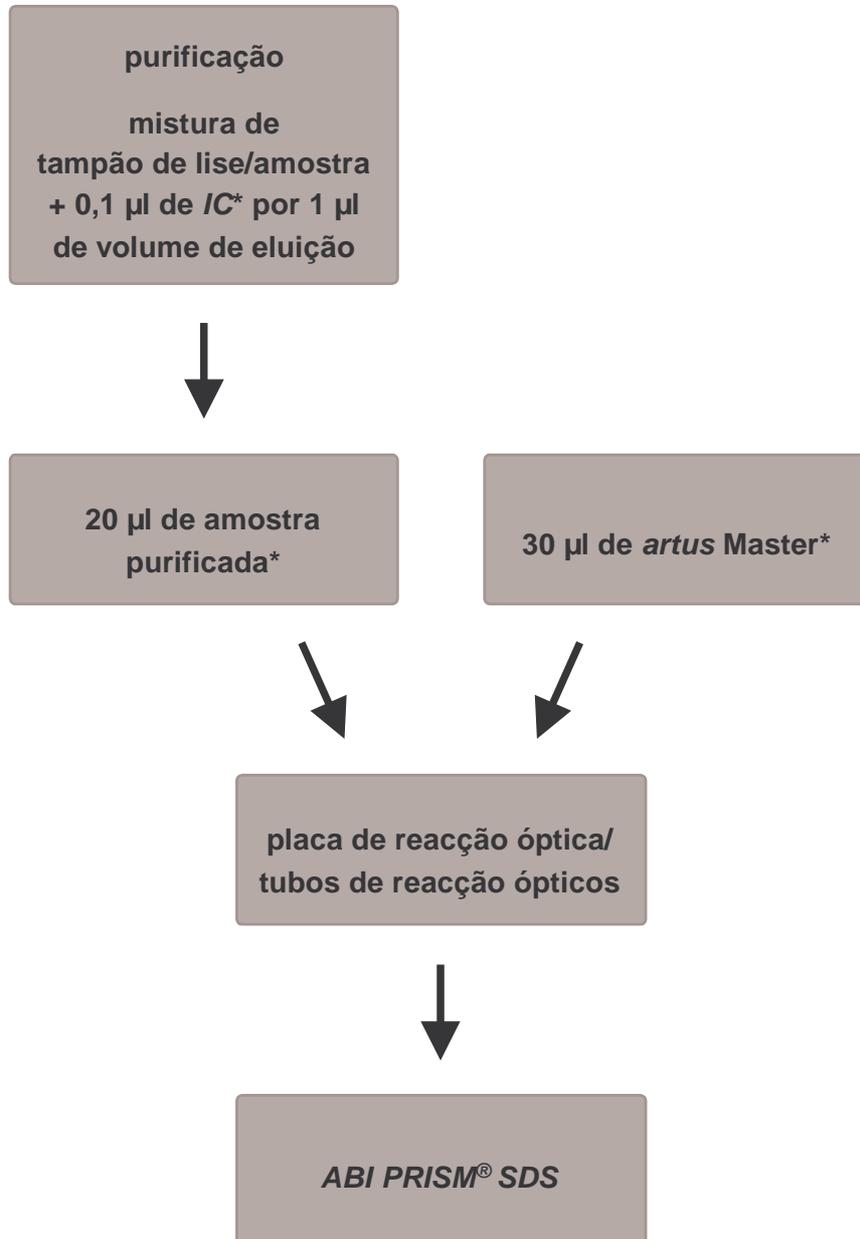

Fig. 1: Fluxo esquemático da operação para o controlo da purificação e da inibição da PCR.
É fornecido um *Controlo interno* (EBV RG/TM IC) com o qual se tem a possibilidade de controlar **não só a purificação do ADN como também uma possível inibição da PCR** (ver Fig. 1). Usando o **EZ1 DSP Virus Kit** para extração, o *Controlo interno* deve ser adicionado de acordo com as instruções no manual *EZ1 DSP Virus Kit Handbook*. Usando o **QIAamp UltraSens VirusKit** ou o **QIAamp DNA Mini Kit**, adicione o *Controlo interno* numa relação de 0,1 μ l por 1 μ l do volume de eluição na purificação. Se utilizar, por exemplo, o QIAamp UltraSens Virus Kit e eluir o ADN em 60 μ l de tampão AVE, então adicione 6 μ l de *Controlo interno*. Se, p. ex., eluir em 50 μ l, então adicione respectivamente 5 μ l. A quantidade de *Controlo interno* acrescentada depende **apenas** do volume de eluição. O *Controlo interno* e eventualmente o Carrier-ARN (ver capítulo **8.1 Isolamento de ADN**) podem ser acrescentados apenas a
8.2 Controlo interno). Neste caso, utilize o seguinte esquema de pipetagem (ver também o esquema reproduzido na Fig. 1):